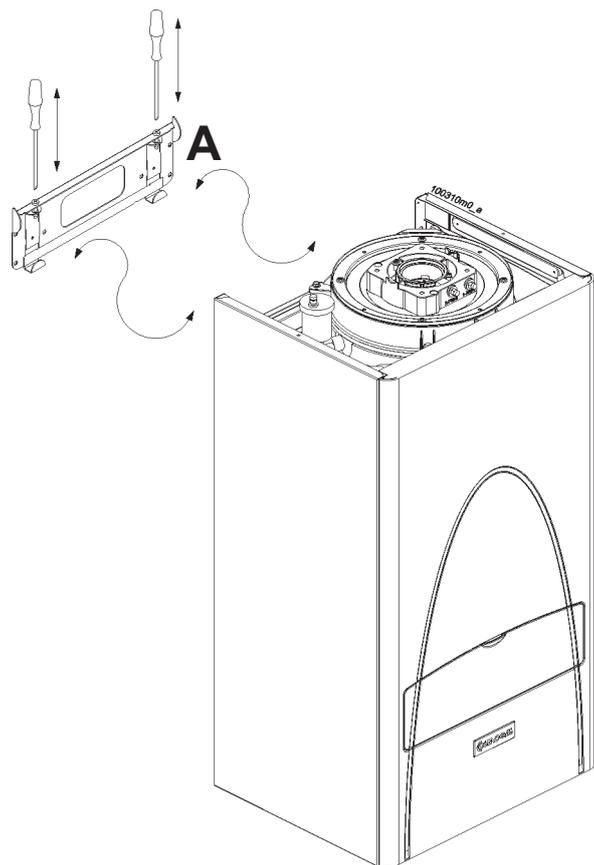

Figura 10 - Piastra regolabile di sostegno(particolare "A")
- fissare la staffa di sostegno A (vedi figura 10), alla parete, con le viti dei tasselli a corredo;
- appendere la caldaia alla staffa A (vedi figura 10);